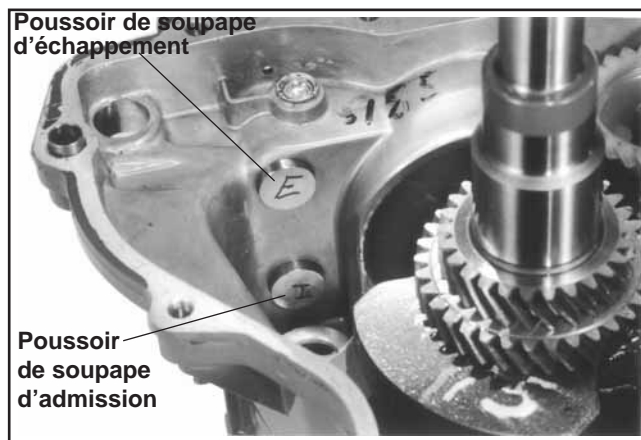

Figure 9-48. Identification des poussoirs hydrauliques.
2. Marquer ou identifier les poussoirs hydrauliques comme admission ou échappement. Voir la figure 9-48. Dépose des poussoirs du carter.